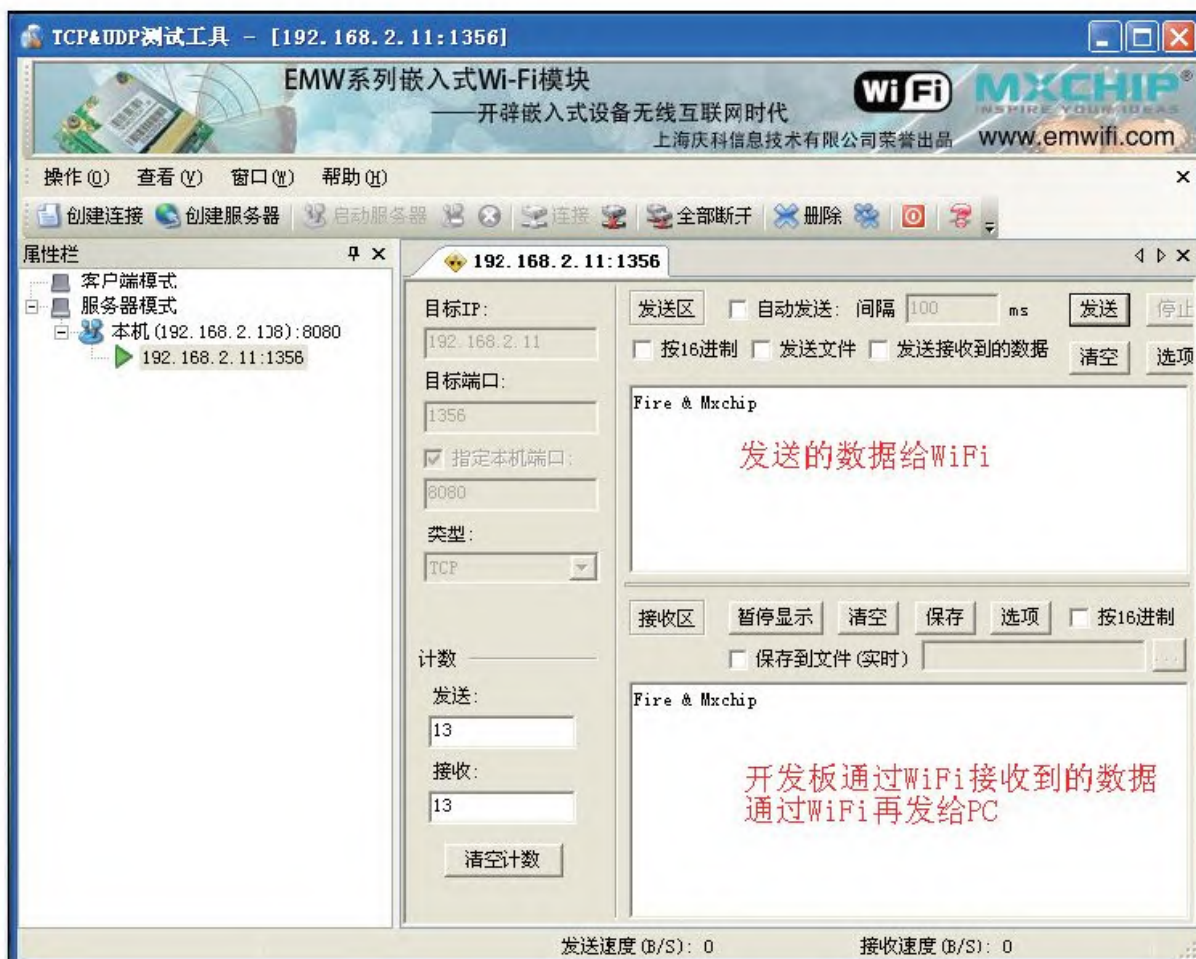

图 25-9 STM32通过Wi-Fi回显字符串到PC
3) 在PC端TCP/UDP测试工具发送的数据通过Wi-Fi网络发送给开发板，开发板接收数据并通过Wi-Fi模块发送给PC，达到回显的功能，见图25-9。